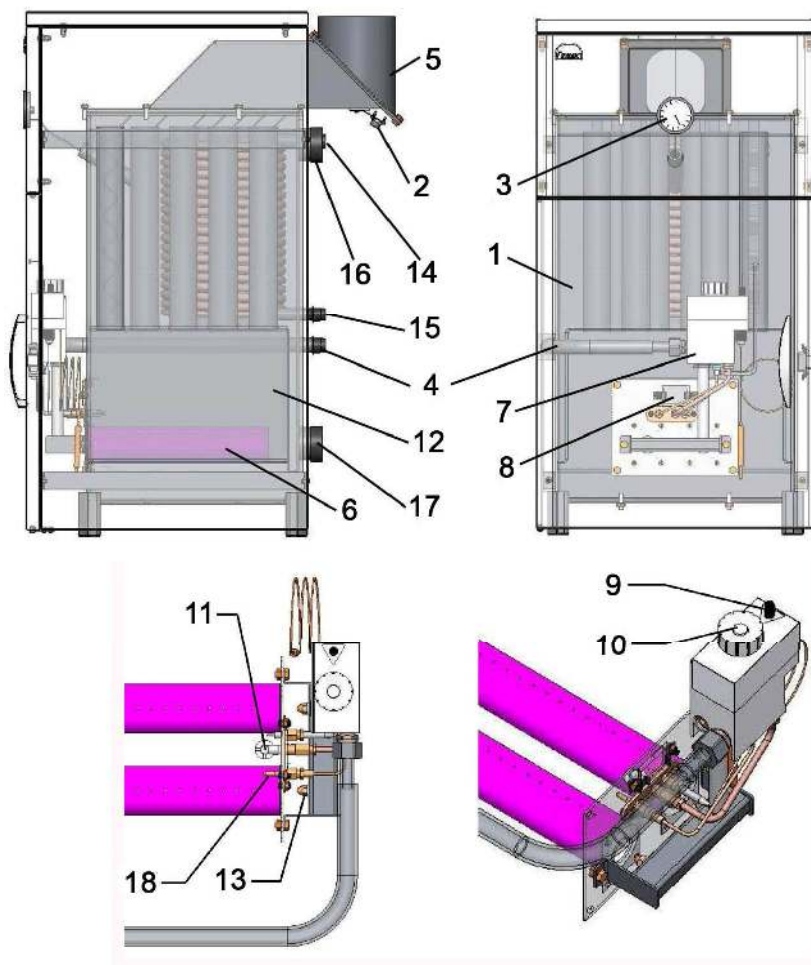

Рис.1
При засміченні ежекторів (поз.13, рис.1), які подають газ на основні пальники, необхідно, при вимкненій автоматиці, перекрити подачу газу до апарата, відкрутити проти годинникової стрілки ежектор і м'яким дротом $d = 1\text{ мм}$. прочистити отвір в ежекторі, не порушуючи вихідного діаметра ежектора. Після очищення ежектора необхідно встановити ежектор і прокладку ежектора на місце. У разі пошкодження прокладки, її необхідно замінити.
5.2 Апарат складається з наступних складових частин (Рис.1):
7.2 Пуск, управління і зупинка апарата здійснюється за допомогою кнопки п'єзорозпалу (поз.9, рис.1) і ручки-кнопки терморегулятора (поз.10, рис.1), розташованих на автоматичі "630 EUROSIT" (поз.7, рис.1).
Обертання ручки, для займання основного пальника (поз.6, рис.1), можливо тільки після розпалу запального пальника (поз.11, рис.1).
7.3 Для включення апарата необхідно відкрити газовий вентиль на газопроводі. Починаючи з позиції Виключено «•», поверніть ручку-кнопку терморегулятора (поз.10 рис.1) в позицію розпалювання «★».
Саме в позиції розпалювання «★» однією рукою натисніть ручку-кнопку вниз до упору і утримуйте її в цьому положенні, іншою рукою натискайте на кнопку п'єзорозпалу (поз.9, рис.1) до тих пір, поки від іскри не займеться розпалювальний факел на запальному пальнику (поз.11, рис.1).
Поверніть ручку-кнопку на цифру, відповідну бажаній температурі (табл.1), після чого повинен спалахнути основний пальник (поз.6, рис.1).
Для повторного включення апарата, відразу після його виключення, необхідно почекати 40 ... 60 секунд для того, щоб термopара (поз.18, рис.1) охолола до необхідної температури і ЕРС, що виробляється нею, стала недостатньою для утримання клапана автоматики у відкритому положенні (в цей момент буде чути слабке клацання).